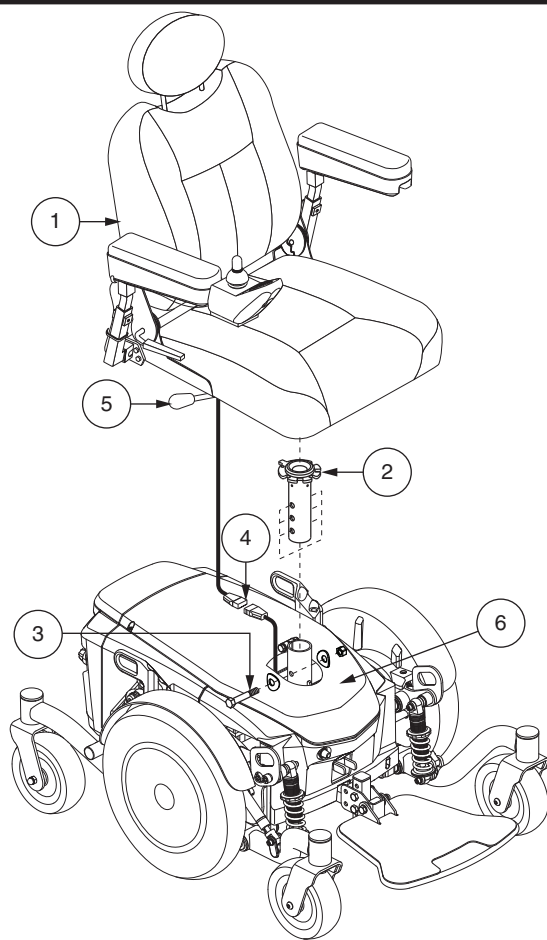

Figure 8. Réglage de la hauteur du siège
3. Débranchez le connecteur du contrôleur de la base motorisée. **Voir la figure 8.**
Voir la figure 8.
7. Desserrez le boulon et son écrou sur l'arrière du mât du siège. **Voir la figure 8.**
8. Retirez le boulon de réglage, la rondelle et son écrou. **Voir la figure 8.**
NOTE: *Le trousse de réglage de assise la plus commune est illustrée dans la figure 8. Il se peut que votre produit soit configuré différemment. Toutes les configurations fonctionnent de la même manière.*